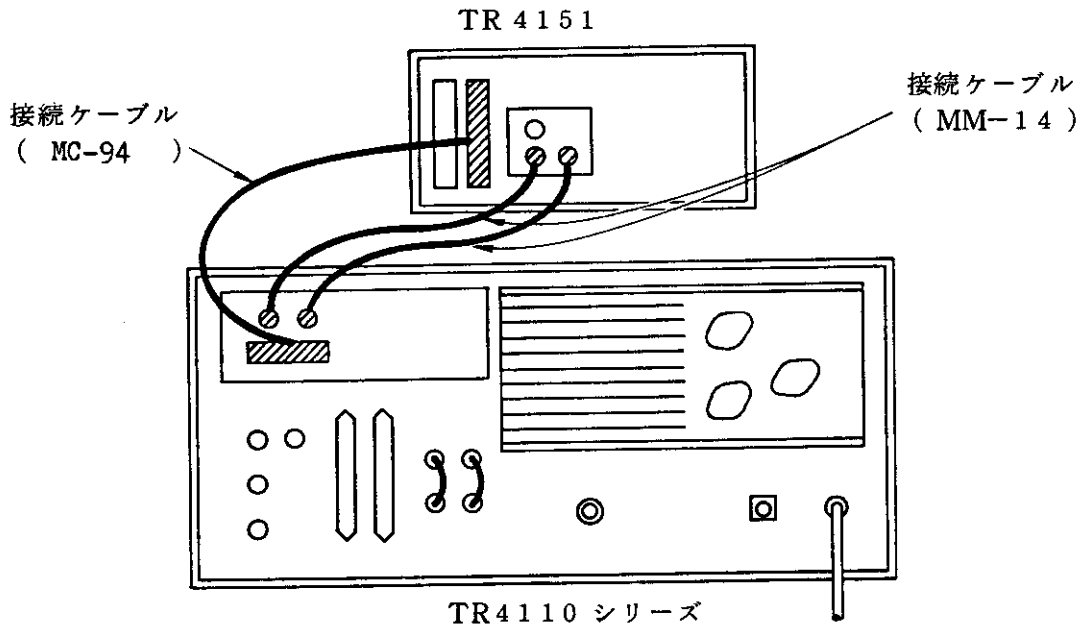

図 3-3 背面パネルの接続
- (1) 本器およびトラッキング・スコープ本体の **POWER** スイッチを、**OFF** に設定します。
- (2) 図 3-3 に示すように、接続ケーブルで接続します。